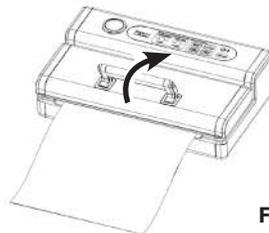

Fig.5
9. Sbloccare la maniglia, aprire il coperchio e rimuovere il sacchetto. Quest'ultimo è pronto per essere utilizzato per confezionare (fig. 5)